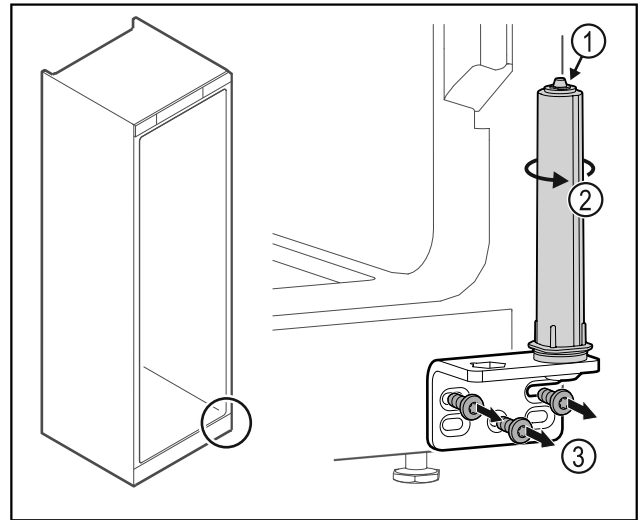

Fig. 39
- Älä pura oven sulkuyksikköä Fig. 39 (1).
- Kierrä sulkuyksikköä Fig. 39 (2), kunnes se naksauttaa.
- Irrota saranakulma Fig. 39 (3).